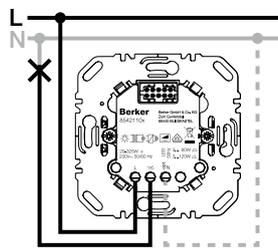

Figura 3: Mecanismo variador simples
- Ligar o mecanismo variador de acordo com o diagrama de ligações (figura 3 a 6).
- Os mecanismos variadores (Comfort) simples têm um Borne-N opcional (figura 3 e 4). Operação possível sem um condutor neutro.